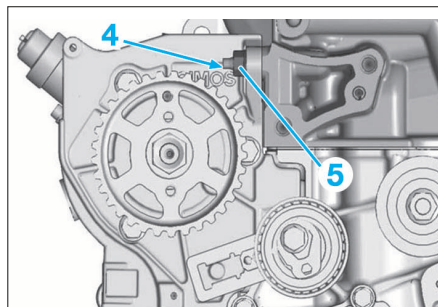

FIG. 82
- la fixation (5) (Fig.82).
- le goujon de fixation supérieur (4) de pompe haute pression carburant à l'aide de 2 écrous.